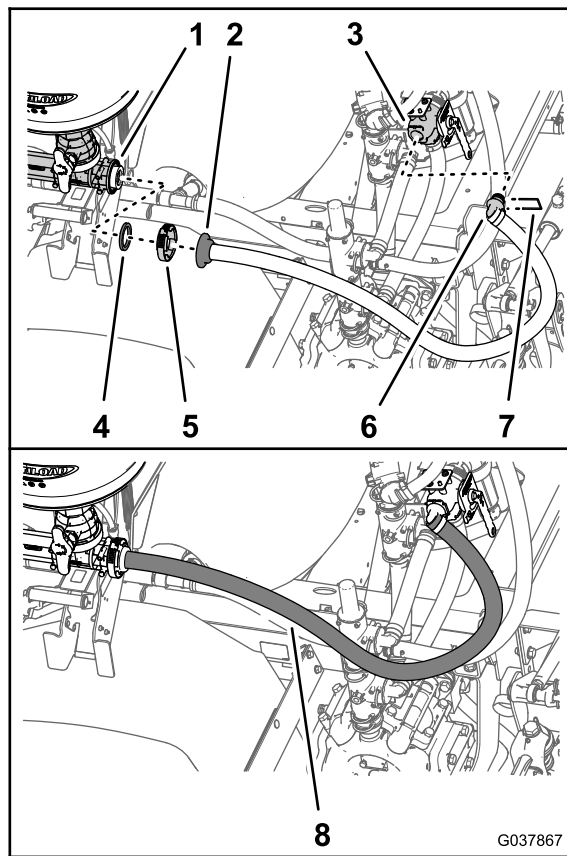

Рисунок 72
1. Установите прямоугольный штуцер шланга подачи опрыскивателя размера 2,5 x 156,5 см (1 x 61-5/8 дюйма) в левое отверстие отсечного клапана эдуктора (Рисунок 72).
2. Закрепите прямоугольный штуцер на шланге подачи эдуктора при помощи держателя, поставляемого вместе с отсечным клапаном (Рисунок 72).
эдуктора (страница 21), с фланцем впуска эдуктора (Рисунок 72).
4. Закрепите прямой штуцер типа «елочка» и прокладку на эдукторе (Рисунок 72) с помощью фланцевого хомута, оставшегося после выполнения действий, описанных в разделе Демонтаж шланга подачи с эдуктора \(страница 21\).